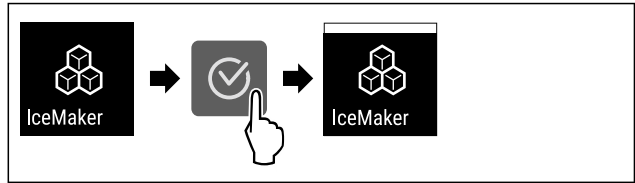

Fig. 20
- ▶ Изпълнете стъпките (виж Fig. 20).